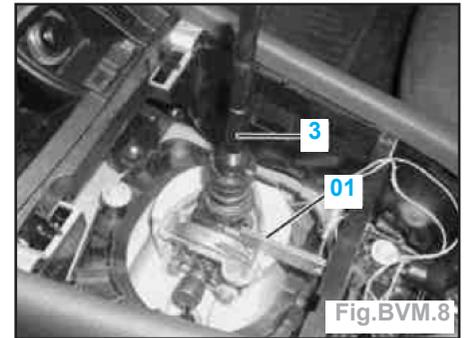

Fig.BVM.8
- Pousser le levier de vitesses (3) vers la droite et le soulever (Fig.BVM.8).